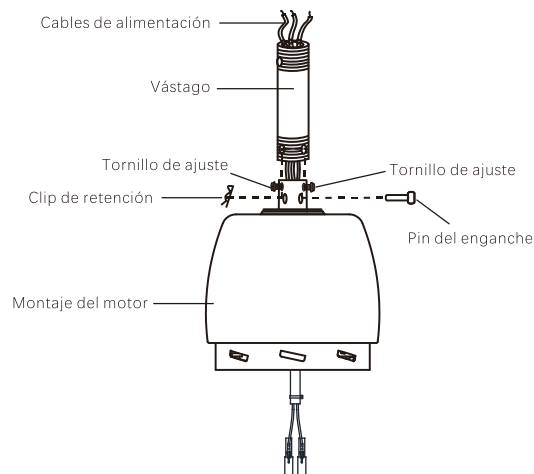

Imagen 8
Paso 6. Afloje los dos tornillos de ajuste y quite el pin del enganche y clip de retención del acoplamiento en la parte superior del montaje del motor. (Imagen 8)
Luego, cambie el pin del enganche y el clip de retención. Ajuste ambos tornillos de ajuste. (Imagen 8)